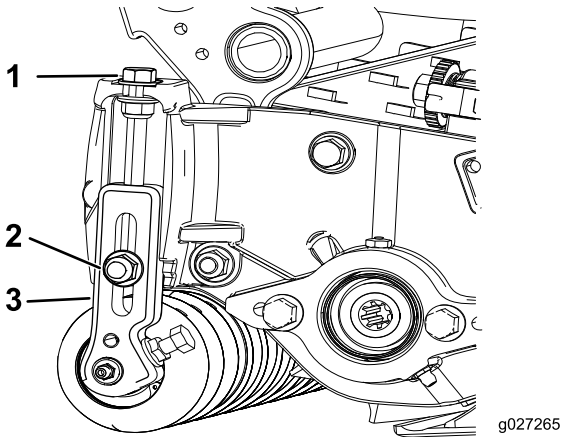

Figura 15
1. Desaperte as porcas de bloqueio que fixam os suportes da altura de corte às placas laterais da unidade de corte (Figura 15).